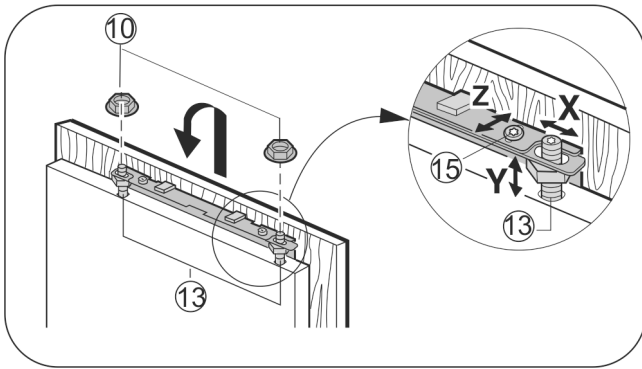

Fig. 23
- ▶ Accrocher la porte du placard sur les boulons d'ajustement, visser légèrement les contre-écrous sur les boulons d'ajustement. Fig. 23 (13) Fig. 23 (10)
- ▶ Ajuster la porte du placard à hauteur de **Y** et en l'inclinant sur le côté : régler les boulons d'ajustement Fig. 23 (13) à l'aide d'un tournevis.
- ▶ Serrer les contre-écrous Fig. 23 (10).